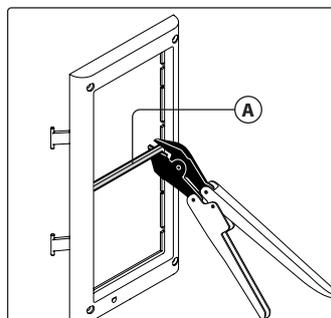

Fig. 11
- Per procedere con l'installazione del pannello con Art. 4852 o Art. 4882, rimuovere dalla cornice di supporto la traversa **A** come indicato in figura **Fig. 11**.